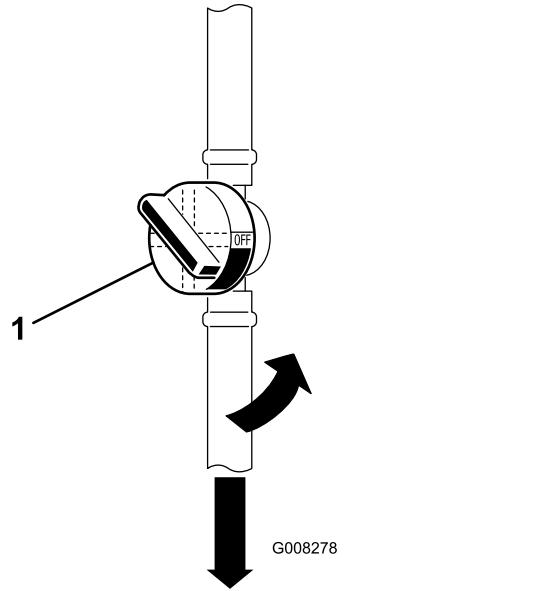

Figure 31
5. Fermez le robinet d'arrivée de carburant (Figure 31).
- 7. Pincez les extrémités des colliers et faites glisser ceux-ci pour les éloigner du filtre usagé (Figure 31).